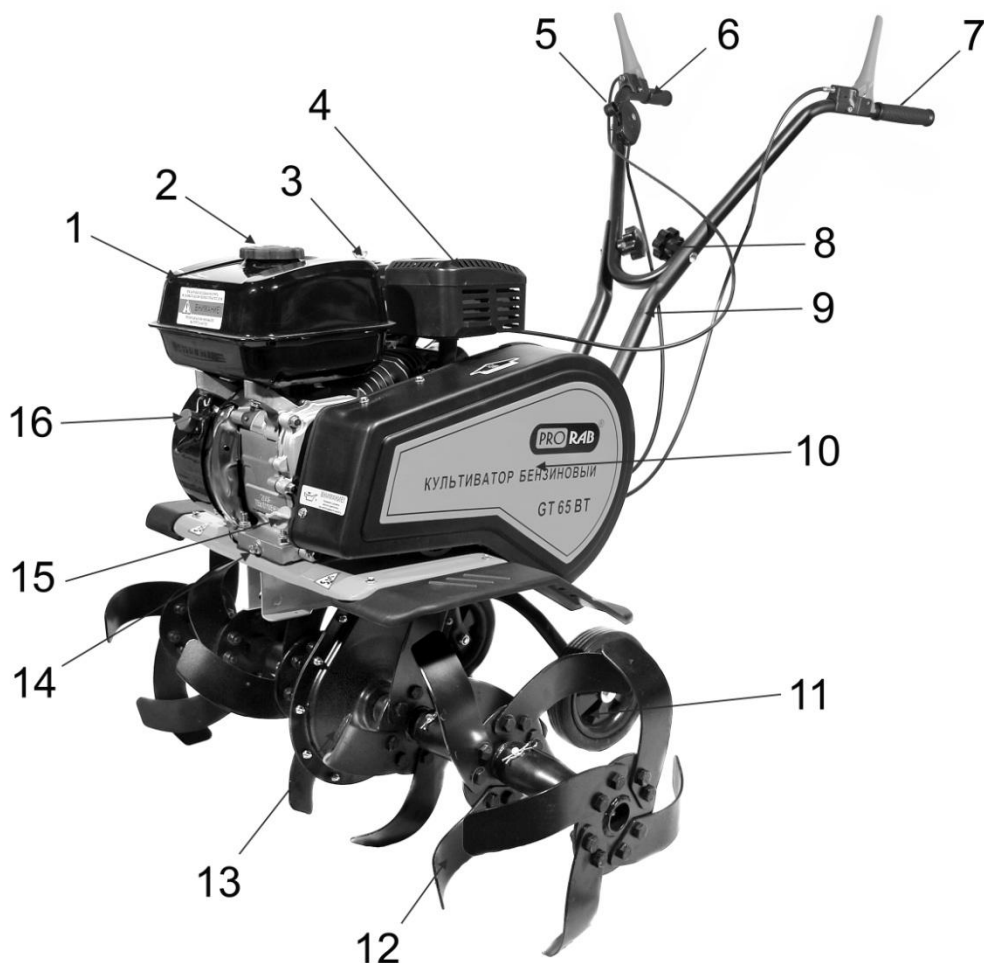

Рис. 1
- Отверните два фиксирующих руль болта (1,2) (См. Рис. 2), установите два вала руля в пазы крепления, с обеих сторон опорной рамы, и зафиксируйте его болтами. После установки валов руля, к ним следует прикрепить сам руль управления. Его фиксируют два винта с гайками-барашками (8) (См. Рис. 1).